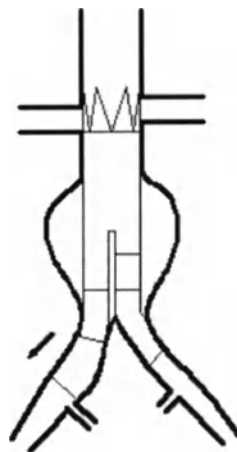

Рис. 14. Раскрытие стент-графта cuff в длинной ветви стент-графта AAA.
- Установите стент-графт cuff, удалите систему доставки и проводник. (рис. 14).